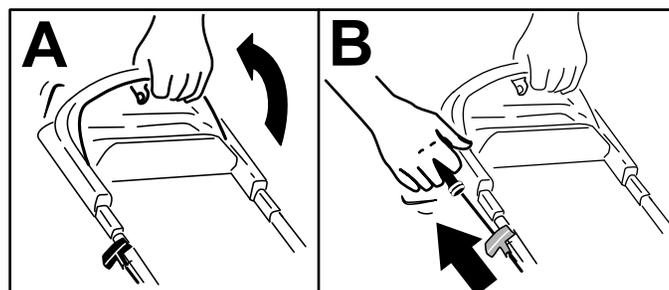

Figure 14
1. Maintenez la barre de commande de la lame contre la poignée (A de Figure 14).
2. Tirez la poignée du lanceur (B de Figure 14).